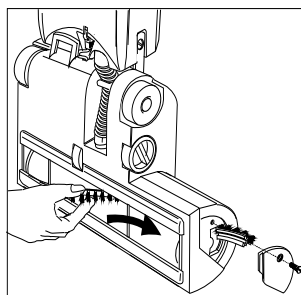

Fig. 10
5.4 Sustituir la tira de escobilla <Fig. 10>